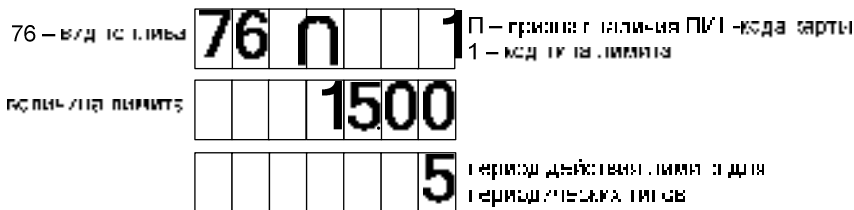

Рисунок 32
11.7 При выборе пункта 7 (**просмотр и редактирование карт и лимитов**) на табло ТРК отобразится экран ввода карты. Необходимо приложить карту к считывателю или ввести ее код с клавиатуры, после чего отобразится информация о лимитах (рисунок 32). Кнопками или производится переход по видам топлива.